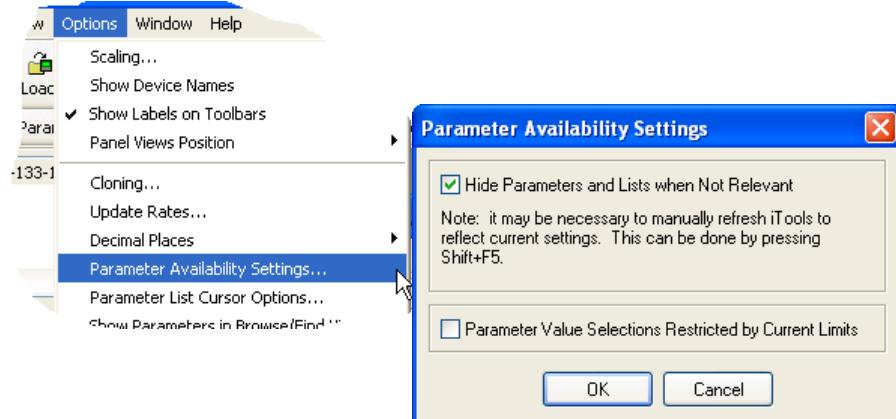

Figura 7.4.1b Mostra/Nascondi Parametri
- Parametri Nascosti. iTools nasconde di default dei parametri che vengono considerati di poca importanza nell'attuale contesto. Tali parametri nascosti possono essere visualizzati nella tabella utilizzando il parametro delle impostazioni della “Disponibilità del Parametro” nel menu Opzioni (Figura 7.4.1b). Questi parametri vengono visualizzati con uno sfondo ombreggiato.